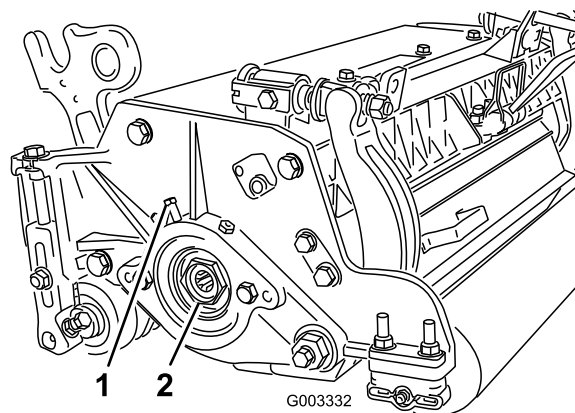

Figure 29
- A. Desserrez la vis extérieure qui fixe l'écrou de réglage au logement de roulement situé sur le côté gauche du plateau de coupe (Figure 29).